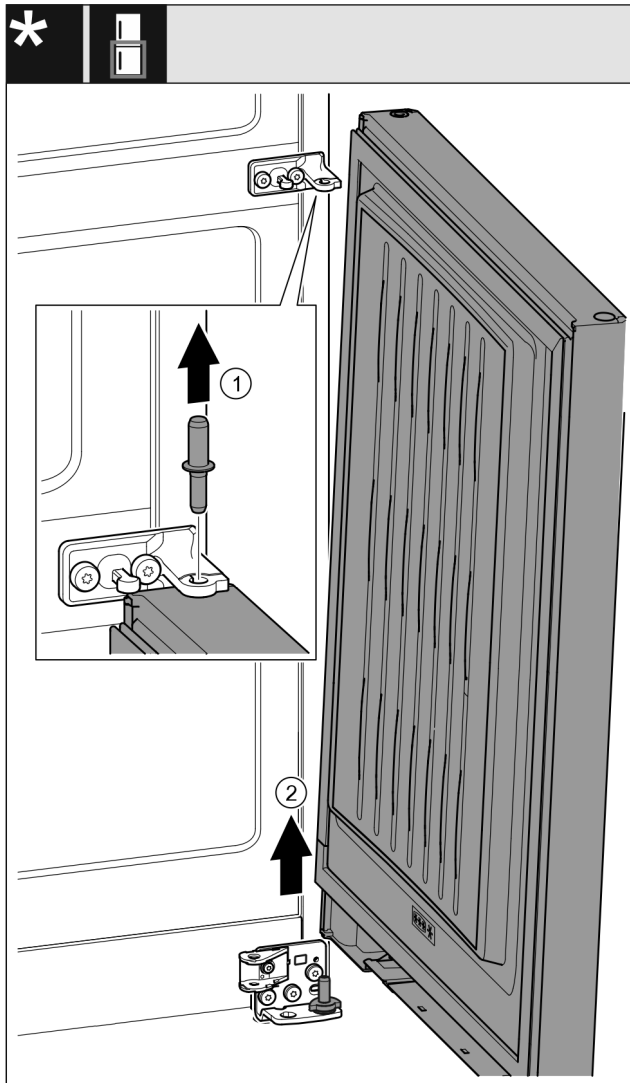

Fig. 23 *
- ▶ Издърпайте болта нагоре. Fig. 23 (1)*
- ▶ Завъртете навън вратата, издърпайте я нагоре и я сложете настрана. Fig. 23 (2)*